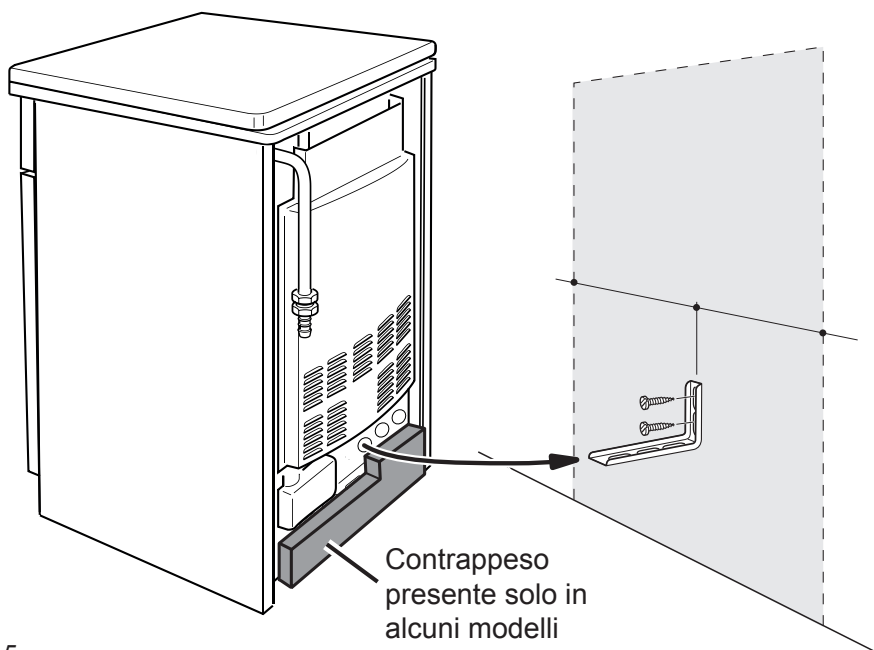

Fig. 6.5
4. Avvicinare la cucina alla parete e regolare l'altezza della staffa antiribaltamento in modo che possa inserirsi nella fessura sul retro della cucina, come mostrato in fig. 6.5.